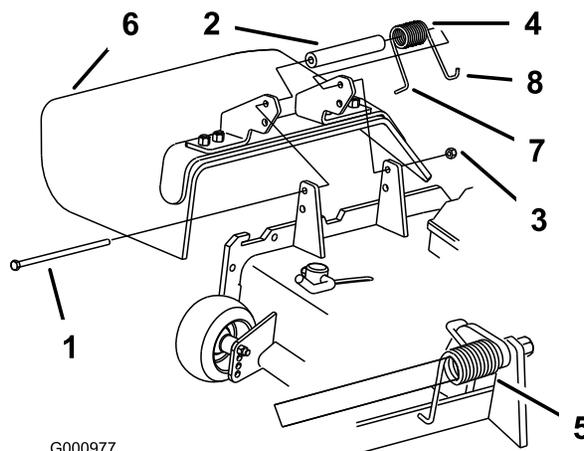

Figura 89
Nota: Certifique-se de que a extremidade em L de mola está montada por trás da extremidade da plataforma antes de colocar o parafuso como apresentado em Figura 89.
3. Coloque o parafuso e a porca. Coloque a extremidade em gancho J da mola em torno do deflector de relva (Figura 89).
1. Retire a porca de bloqueio, o parafuso, a mola e o espaçador que fixam o deflector aos apoios de articulação (Figura 89). Se o deflector de relva estiver danificado ou gasto, retire-o.